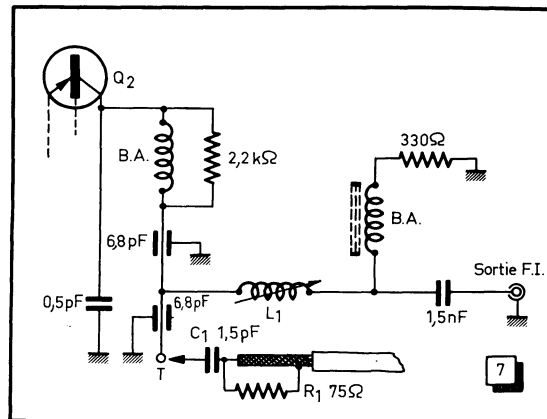

Fig. 7. — Sonde d'injection pour tuner à transistors, et position du point d'injection T. Les éléments *R*₁ et *C*₁ sont soudés très court.
S'il s'agit d'un tuner à transistors, son fabricant indique le point d'injection du signal vobulé, souvent appelé « point test ». On voit sur la figure 7 comment ce point (T) est connecté au circuit de sortie, en amont de la bobine F.I. (L_1). Le câble coaxial de sortie du vobulateur est fermé par une résistance (R_1) égale à son impédance caractéristique, 75 Ω le plus souvent, et l'injection du signal se fait à travers un condensateur (C_1) de très faible capacité, 1,5 à 2 pF. Les éléments R_1 et C_1 ont des connexions aussi courtes que possible. Il est recommandé, en outre, de boucler l'entrée d'antenne du tuner sur son impédance caractéristique.
Pour obtenir la courbe de réponse de la figure 8, on doit agir successivement sur le noyau de *L*₁ (sur le tuner, fig. 7), et sur ceux de *L*₂ et *L*₃ (sur la barrette spéciale, fig. 9). Le réglage de *L*₁ permet de